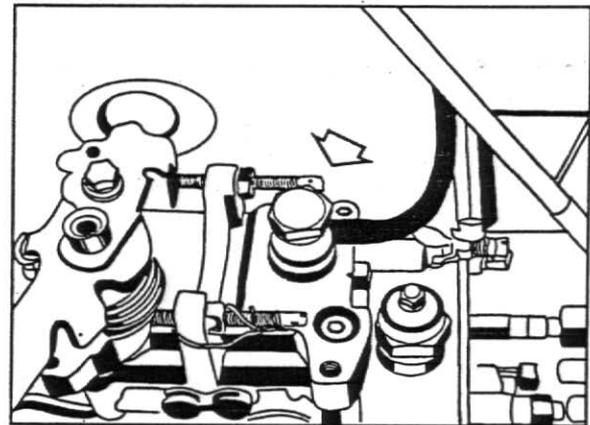

Fig. 8
2. Afrouxe o parafuso banjo do retorno de combustível da bomba injetora, fig.8.